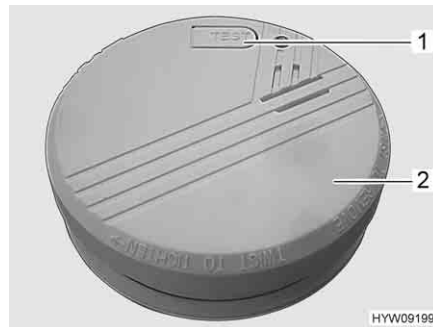

Fig. 68 Rivelatore di fumo
- Premere il tasto di controllo (Fig. 68,1) sul rivelatore di fumo (Fig. 68,2) finché non viene emesso il segnale di allarme. Il segnale di allarme si tacita rilasciando il tasto di controllo.